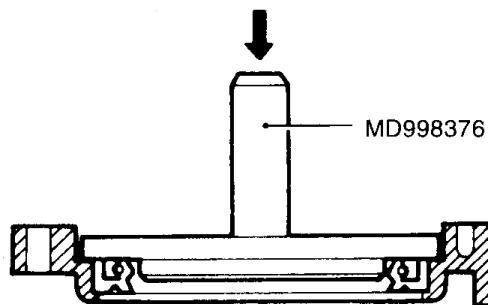

图 2-115 安装油封
(6) 安装油封时, 如图 2-115 所示, 用专用工具将油封压入曲轴后油封壳。注意应使用新油封。